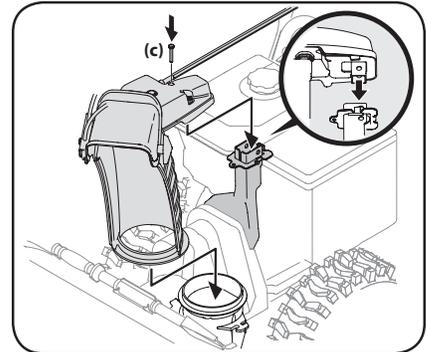

Figura 2-23
3. Coloque el canal sobre la base del canal y asegúrese de que la varilla de control del canal se encuentre debajo del panel de la manija. Coloque el tornillo hexagonal (c) que extrajo en el Paso 1 pero no lo sujete con la tuerca de mariposa en este momento. Consulte Figura 2-23.